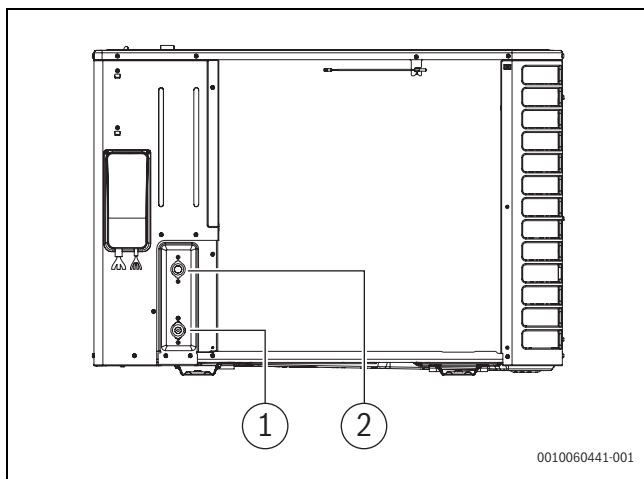

Bild 29 Anschlüsse der Wärmeträgerrohre; Beschreibung gilt für alle Größen.
- ▶ Rücklaufleitung von der Inneneinheit an den Wärmeträgereingang anschließen (→ [1], Abbildung 29).
- ▶ Vorlaufleitung zur Inneneinheit an den Wärmeträgerausgang anschließen (→ [2], Abbildung 29).